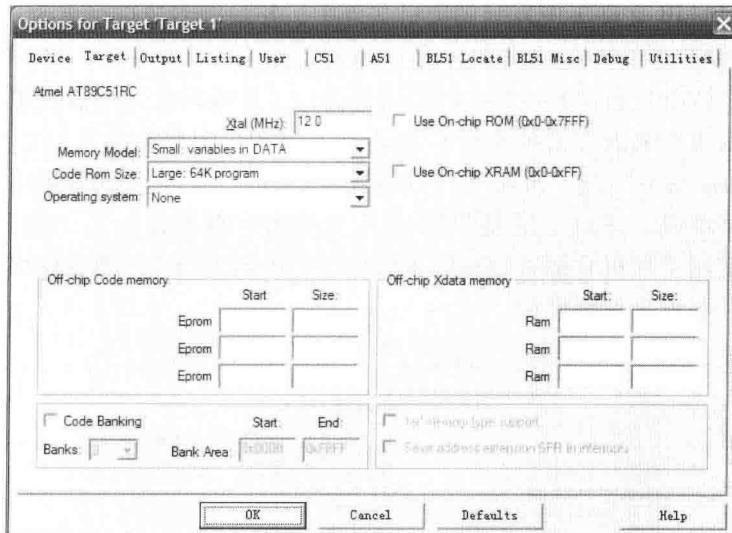

图 1-7 “Options for Target 'Target 1'" 对话框
3) 为目標设定工具选项 单击图标 或执行菜单命令“Project”→“Options for Target”，将会出现“Options for Target 'Target 1'" 对话框，如图 1-7 所示。在“Target”选项卡中可以对目标硬件及所选器件片内部件进行参数设定。表 1-1 描述了“Target”选项卡的选项说明。